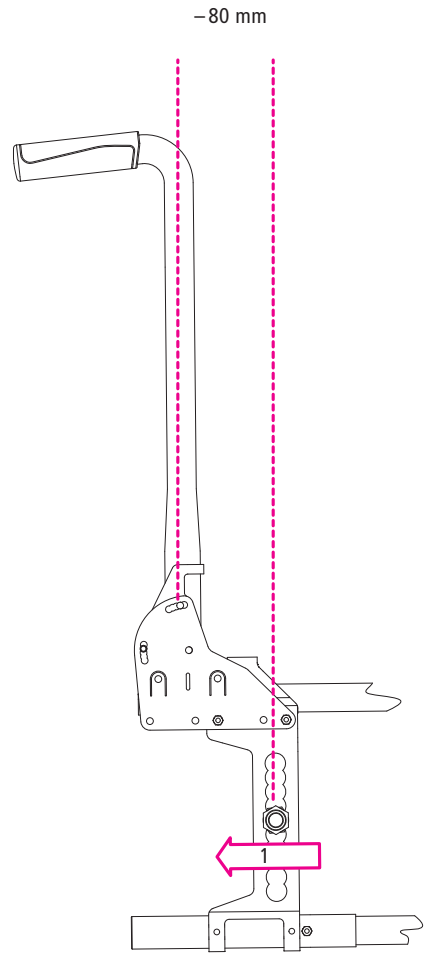

Abb.49
2. Um Zwischenschritte zu erreichen, werden die Platten von links nach rechts getauscht und um 180° gedreht (1, Abb. 49).